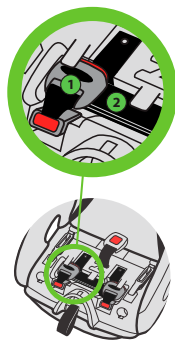

Figura 129
Introduzca los ajustadores LATCH (1) en los huecos cuadrados que están detrás de los conectores LATCH a presión, doble el exceso del cinturón LATCH (2) e introdúzcalo debajo de la lengüeta que está entre los ajustadores, como se muestra en la **figura 129**.